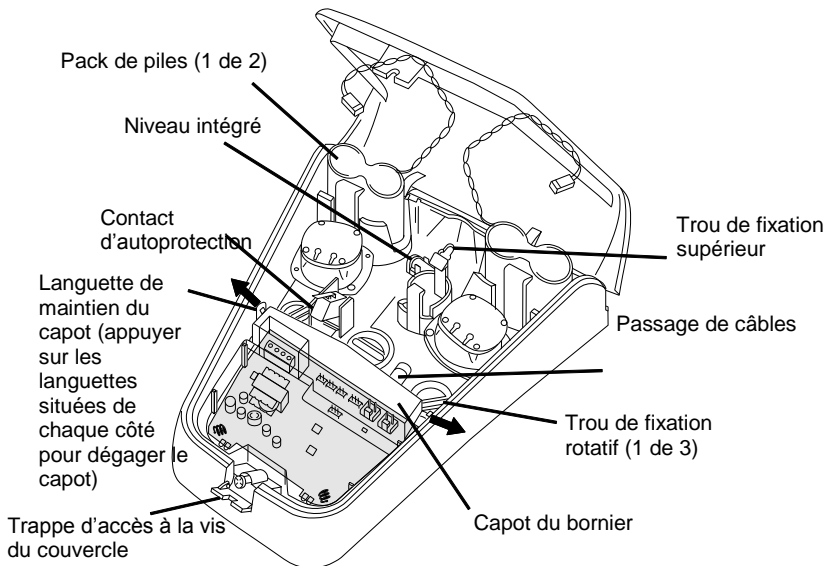

Figure 2 : Sirène radio SDR-REXT
1. Avec la sirène non fixée au mur, ouvrir la trappe d'accès à la vis de maintien du couvercle (voir Figure 2).
1. Soulever le capot du bornier (voir Figure 2) tout en appuyant sur les deux languettes situées de chaque côté afin de le retirer.
2. Ouvrir la trappe d'accès à la vis de maintien du couvercle (voir Figure 2), dévisser, puis ouvrir le couvercle.
3. Soulever le capot du bornier (voir Figure 2) tout en appuyant sur les deux languettes situées de chaque côté afin de le retirer.